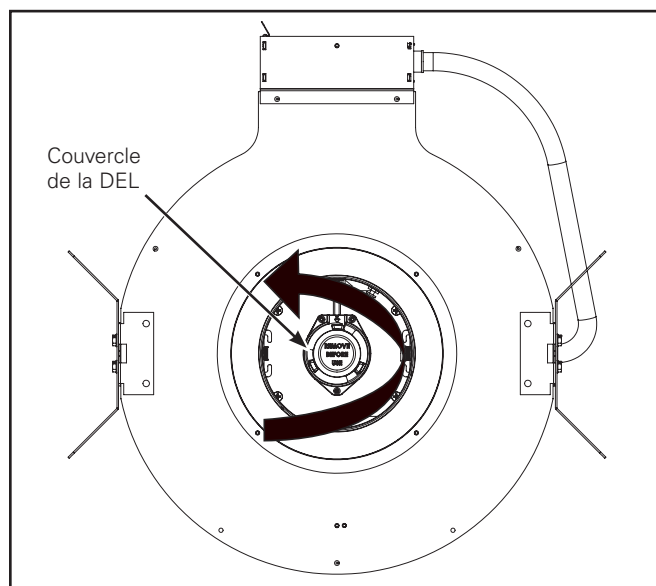

Figure 9.
- Retirez le couvercle protecteur de la DEL (Figure 9) du boîtier en tournant dans le sens antihoraire.